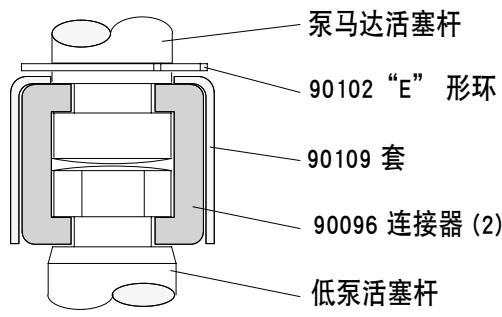

图 2
4. 用 e 形环钳将 “e” 形环向上拉到足够远处，使套筒能向上移动并松开两个接头 (见图 2)。